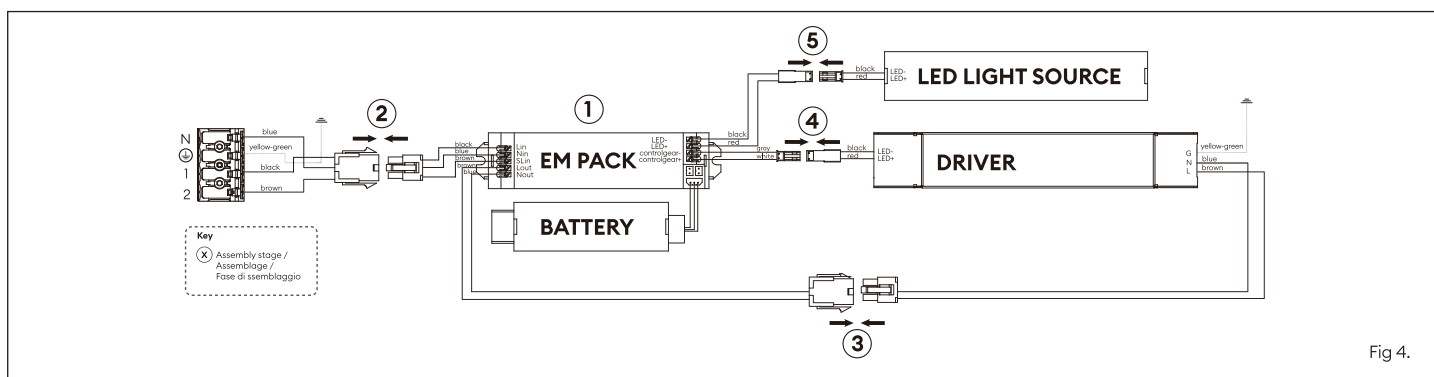

Fig 4.
6. Choose a suitable mounting position for the mains terminal block and clip into place. Screw down the cord grip provided in the accessory bag.(Fig 4)
6. Choisissez une position de montage appropriée pour le bornier de raccordement au secteur et clipsez. Vissez le serre-câble fourni dans le sac d'accessoires (fig. 4).
6. Scegliere una posizione di montaggio adeguata per la morsetteria di rete e agganciarla in posizione. Avvitare il fermacavo fornito nella borsa degli accessori.(Fig. 4)
2. Plug in connectors through stages ②-⑤ as shown in fig 4.
2. Enfichez les connecteurs selon les étapes ②-⑤ indiquées dans la figure 4.
2. Collegare i connettori attraverso le fasi ②-⑤ come mostrato nella Fig 4.